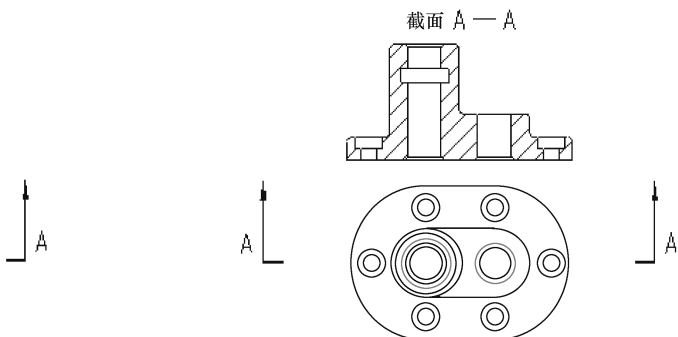

图 10-129 主视图消隐显示
(14) 在【绘图视图】对话框中的【类别】列表中选择【视图显示】选项，在其右侧的【显示样式】列表中选择【消隐】选项，单击【确定】按钮，关闭【绘图视图】对话框。图形区如图 10-129 所示，主视图中不再显示虚线。